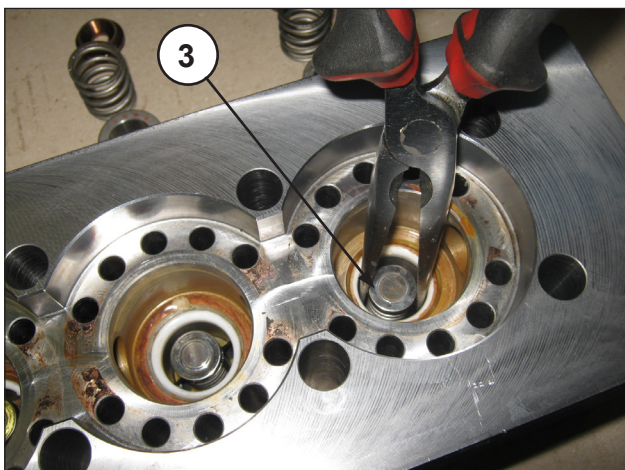
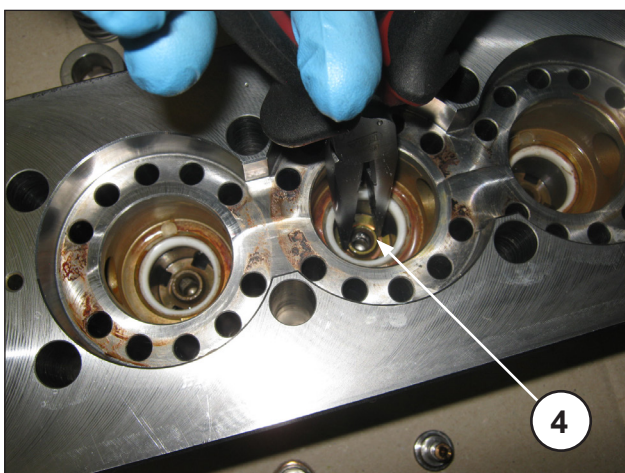

Рис. 27
Рис. 28
- Выньте тарелки нагнетания ③ и соответствующие направляющие ④ с пружинами, как показано на Рис. 27 и Рис. 28, проверьте их степень износа, заменяйте при необходимости и в любом случае не реже, чем предусмотрено в таблице «Профилактическое техобслуживание» раздела 11 **Руководства по эксплуатации и техническому обслуживанию.**